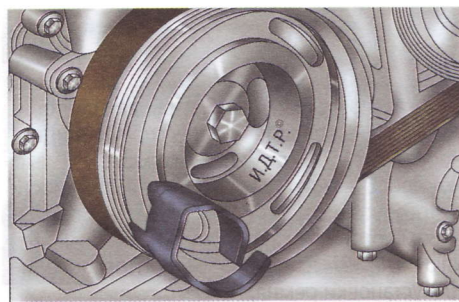

Рис. 4.10. Установка приспособления для монтажа ремня привода компрессора кондиционера на шкив коленчатого вала
6. Установите приспособление для монтажа ремня привода компрессора кондиционера на шкив коленчатого вала в положение, показанное на рис. 4.10.